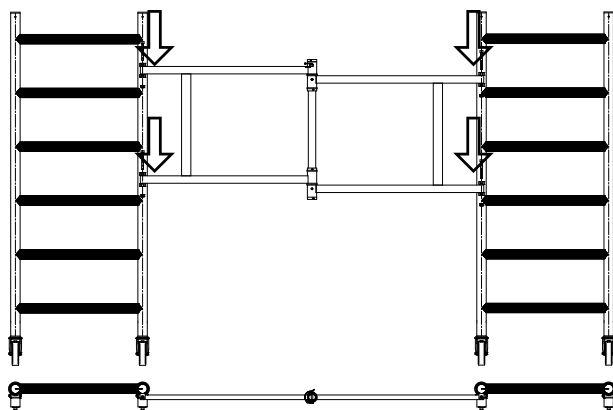

Rys. 41 Montaż zestawu kołowego 150
1. Zamontować zestaw kołowy 150 w kolumnach drabin blokując je zawleczkami (Rys. 41).